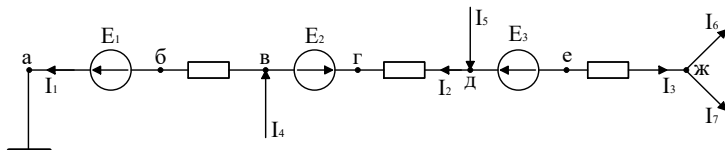

Рис. 1.8
4.12. На рис. 1.8 изображен участок цепи, где $E_1=20$ В, $I_1=2$ А, $R_1=5$ Ом, $E_2=30$ В, $I_2=3$ А, $R_2=4$ Ом, $E_3=16$ В, $I_3=4$ А, $R_3=2$ Ом. Вычислить потенциалы указанных на схемах точек и построить потенциальную диаграмму для заданного участка цепи.